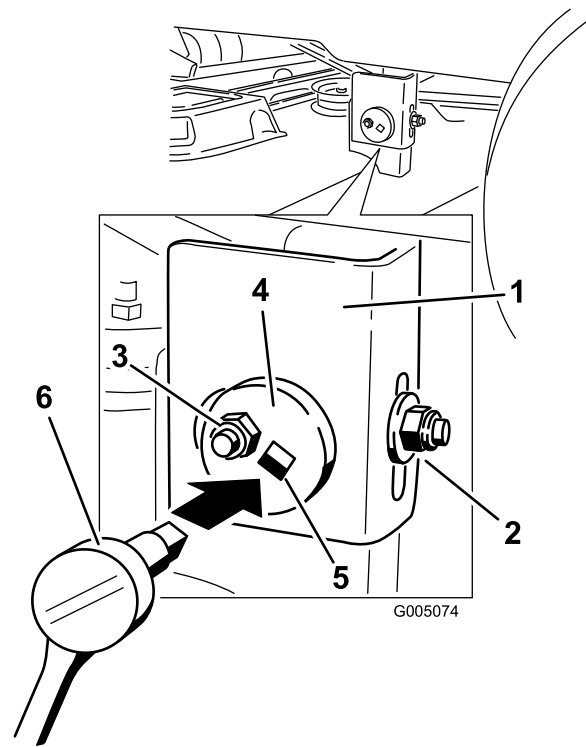

Figura 51
6. Vaya al lado izquierdo de la máquina. Afloje, pero no retire, la tuerca de bloqueo trasera de la barra de soporte (Figura 51).
7. Afloje la tuerca de bloqueo lateral de la barra de soporte lo suficiente para permitir ajustar la placa excéntrica (Figura 51). Utilice una llave de extensión de 3/8 pulg. de una llave de tubo para manipular la placa excéntrica. Utilice la llave para ajustar la altura de la carcasa del cortacésped hasta que la diferencia entre las medidas tomadas en el Paso 5 sea de 3/16 pulgada (5 mm) o menos.
8. Cuando la carcasa esté en la posición deseada, apriete la tuerca de bloqueo lateral de la barra de soporte para fijar la posición nueva (Figura 51). Apriete la tuerca de bloqueo trasera de la barra de soporte.